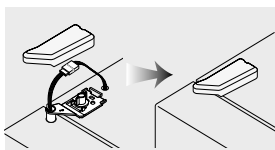

Figura 20
- Encaje y ajuste el tornillo de la tapa de la bisagra superior. (Figura 20)